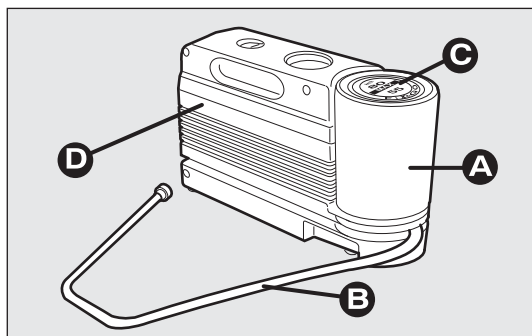

fig. 132
Le kit fig. 132 comprend :
- un compresseur D-fig. 132 muni d'un manomètre et de raccords, placé à l'intérieur du compartiment ;